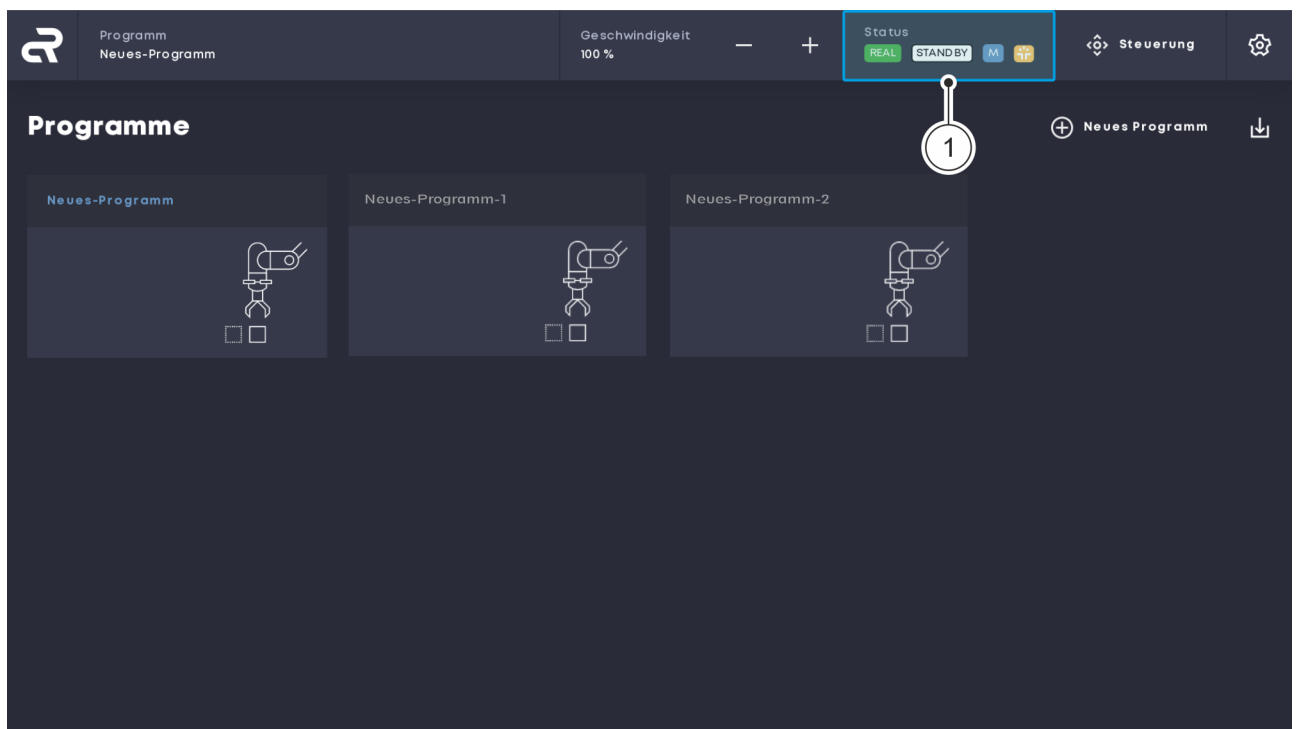

Abb. 60 Hauptbildschirm
01. Im Hauptbildschirm auf die Schaltfläche „Status“ klicken, um das Menü „Status“ zu öffnen Abb. 60 / ①.